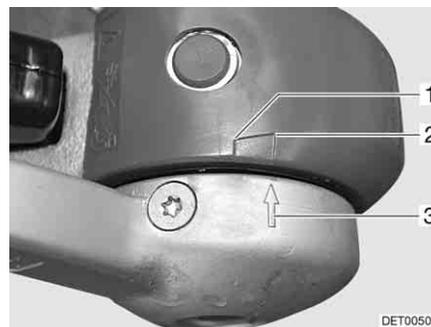

Fig. 192 Forros de fricción
- Cuando la flecha de la arandela de presión (Fig. 192,3) se encuentra delante o en la superficie de marcación (Fig. 192,2) los forros de fricción están todavía nuevos.
- Cuando la flecha de la arandela de presión se encuentra dentro de la superficie de marcación (Fig. 192,1 a 2), los forros de fricción están ligeramente desgastados.
- Cuando la flecha de la arandela de presión se encuentra al final de la superficie de marcación (Fig. 192,1) a la sobrepasa, los forros de fricción están desgastados.